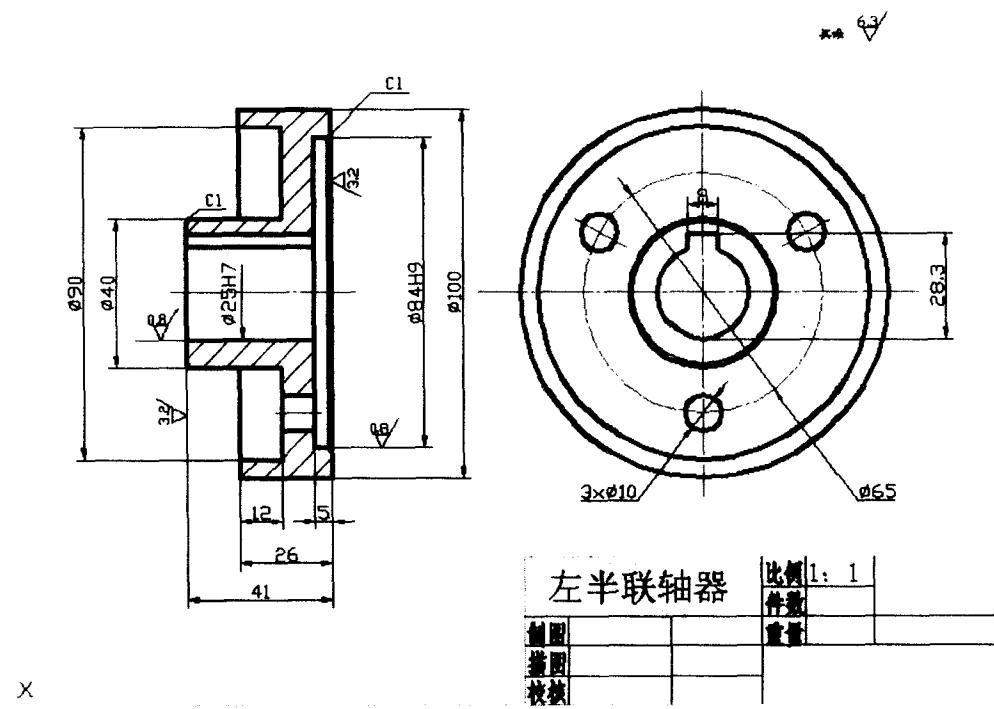
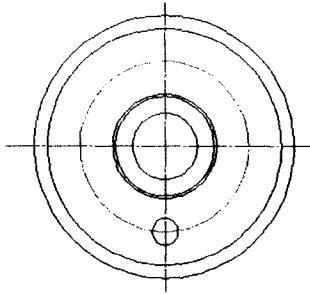

图 1-1
图 1-6
任务目标 本例制作左半联轴器零件二维图，效果如图 1-1 所示。
Step 3 单击 按钮，根据图 1-1 中的尺寸作矩形，如图 1-3 所示。
Step 7 单击 按钮，根据图 1-1 中的尺寸作圆，如图 1-6 所示。
Step 9 根据图 1-1 所示图形，补作其余的直线。
Step 10 剖面线处理。选择剖面线图层（10 层），根据图 1-1 所示，作剖面线。
Step 11 尺寸标注。选择标注图层（08 层），根据图 1-1 所示，对图形进行标注。